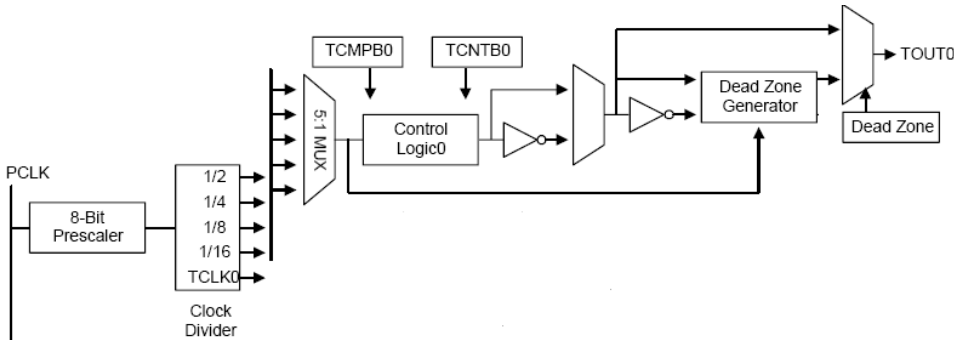

图 3-3 按键输入
(1) 本实验使用 S3C2440 片内定时器 0，见图 3-3。PCLK 时钟经过预分频作为递减计数器的时钟，当计数器的值减小到 0 时，将触发中断事件。